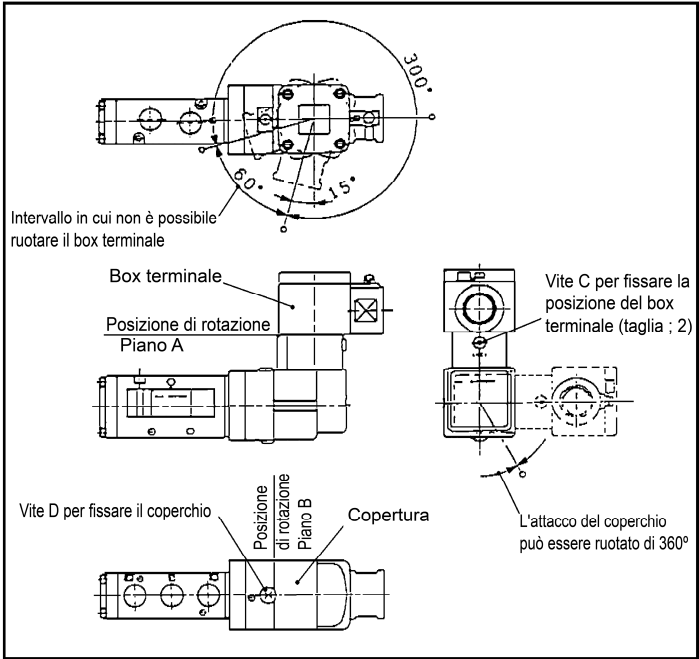

Figura 14
2.3 Connessione elettrica (vedi Figura 14)